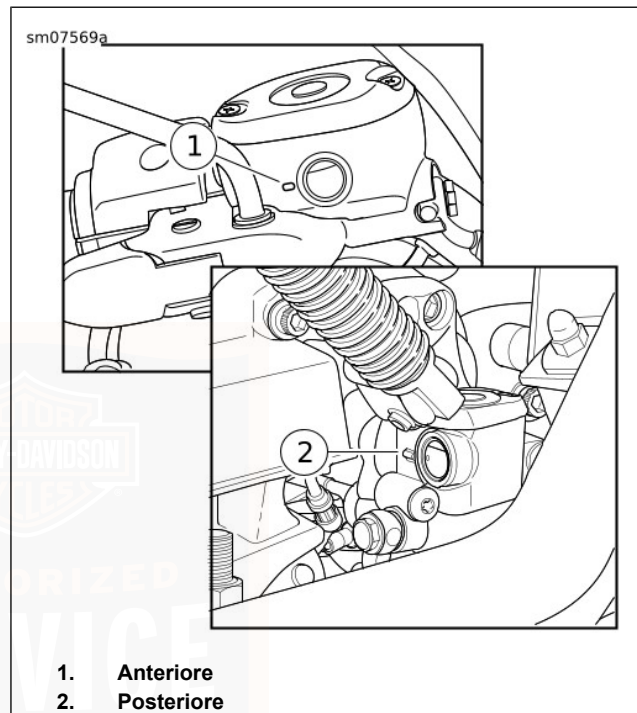

Figura 49. Segni di livello minimo del liquido freni
Vedere Figura 49. Raffrontare il livello del liquido nello spioncino del serbatoio con il segno del livello minimo (1).